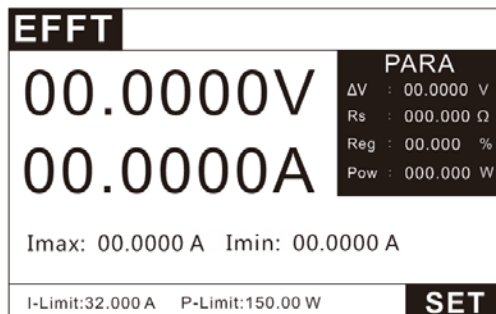

图 3.11 EFFT 模式测试界面
- 1) 按 **MODE** 键进入模式选择页面，按上下键选择 EFFT，按 **ENTER** 键进入 EFFT 测试界面图 3.11。
- 2) 如图 3.11 在 EFFT 界面下，按 **SET** 键进入设置界面。